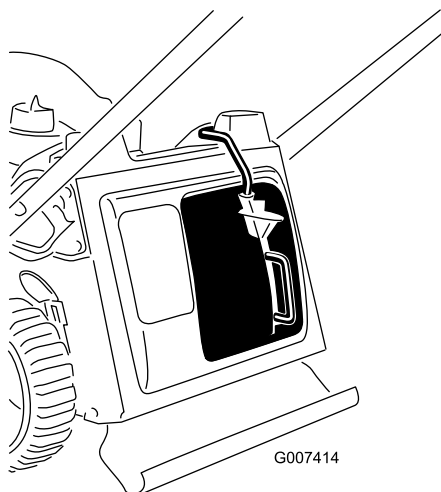

Figure 11
3. Relâchez le bouton sur le levier et vérifiez que le haut du levier est bien au fond du logement du contacteur (Figure 11). **La machine ne pourra pas démarrer si le levier ne se trouve pas dans le logement du contacteur**